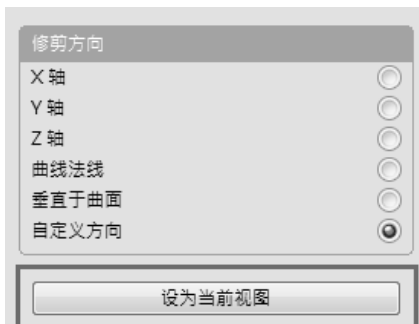

图 4-122 设定当前激活视图为修剪方向
- 如果在激活“自定义方向”单选按钮的状态下，激活“设置当前视图”按钮，如图 4-122 所示，则按照当前被激活的视图视角进行修剪。